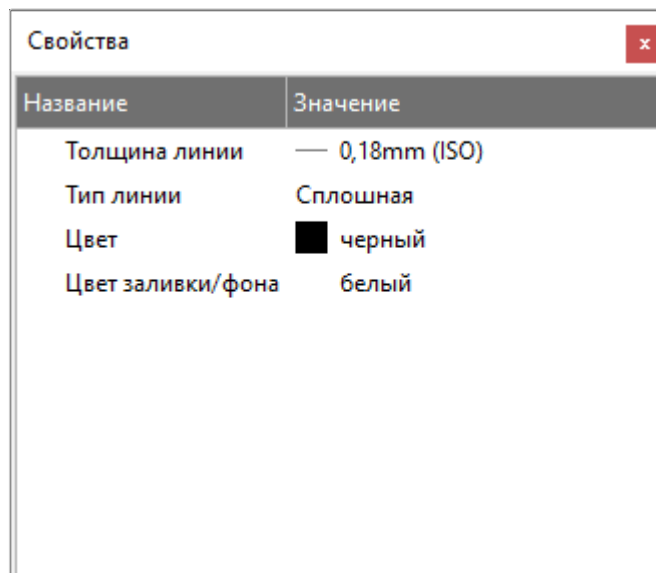

Рисунок 56. Плавающее окно «Свойства»
- 8) Окно «Свойства» предназначено для динамического отображения и редактирования свойств графических объектов, выбираемых на открытом листе документа (см. рисунок 56).